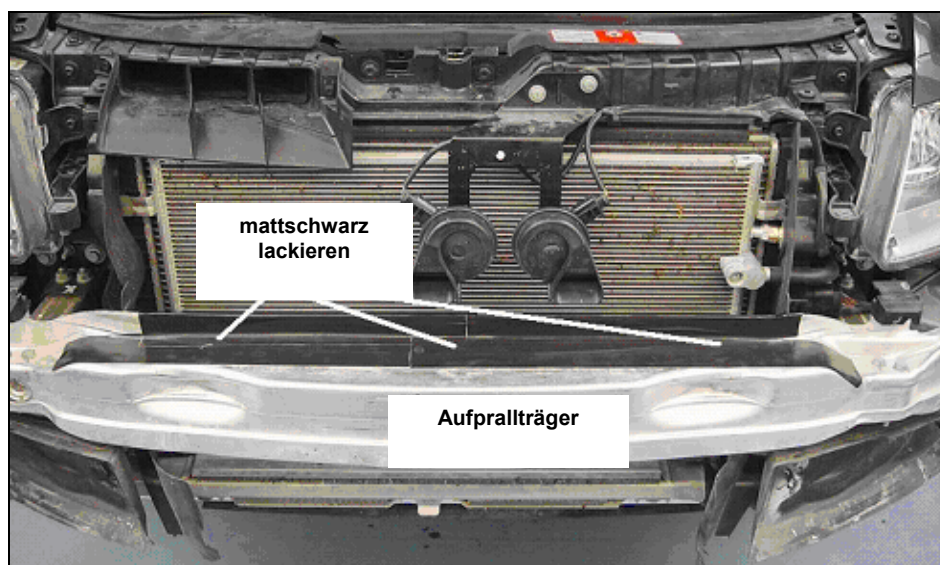

Abb. 11: Lackierbereich Aufprallträger
22. Abt Sportsline empfiehlt, den Aufprallträger an der Oberkante mit mattschwarzer Farbe zu lackieren, um bei montiertem Abt Frontgrill einen Kontrast zu erzeugen, welcher die Sichtbarkeit dieses Trägers einschränkt (Abb. 11). Demontieren Sie hierzu entweder den Aufprallträger (gehen Sie dabei nach dem Reparaturleitfaden von Audi vor), oder kleben Sie das entsprechende Umfeld am Fahrzeug ausreichend ab.